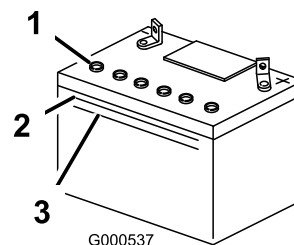

Figura 43
1. Mire hacia el lateral de la batería. El electrolito debe llegar a la línea superior (Figura 43). No permita que el electrolito esté por debajo de la línea inferior (Figura 43).
3. Retire los tapones de ventilación de la batería (Figura 43).
4. Vierta lentamente agua destilada en cada célula de la batería hasta que el nivel de electrolito llegue a la línea superior (Figura 43) de la caja de la batería.
5. Espere de cinco a diez minutos después de llenar las células de la batería. Añada agua destilada, si es necesario, hasta que el nivel de electrolito llegue a la línea superior (Figura 43) de la caja de la batería.